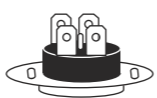

Рис. 15
- для горизонтальных водонагревателей серии FS2/FS4/FS6: нажать до щелчка кнопку, расположенную по центру термовыключателя, который находится рядом с ТЭНом (имеет круглую форму); рис.15;